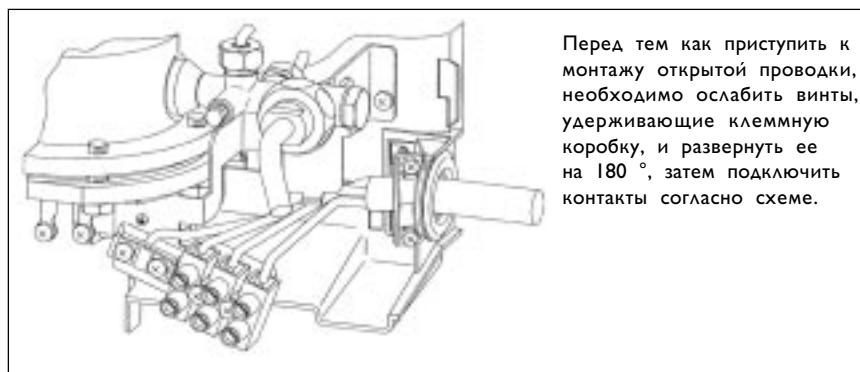

Рис. 7
- для открытой проводки на внутренней стороне корпуса прибора отмечено выламываемое окно для кабеля (рис. 7)